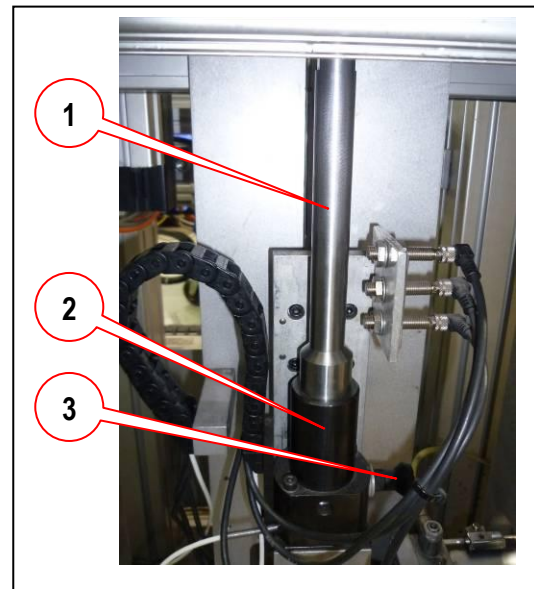

Bild 1
- Gegenlager (1) in die Aufnahme (2) der Aushubeinheit einsetzen und mit dem Arretierbolzen (3) verriegeln (**Bild 1**).